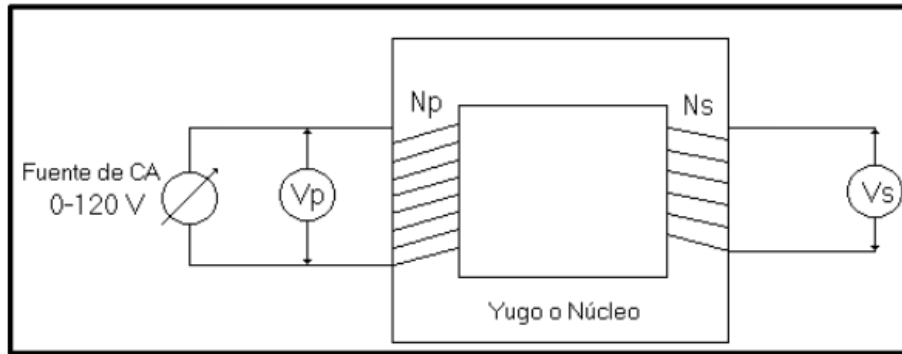

Figura 6. Circuito del transformador
4. Realizar el montaje como se observa en la **figura 6**.